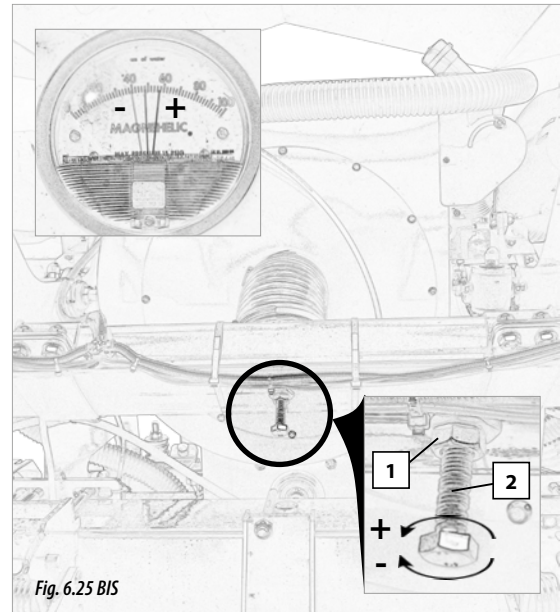

Fig. 6.25 BIS
- 1- Slăbiți piulița (1, Fig. 6.25 BIS).
- 2- Filetați șurubul pentru a scădea presiunea sau slăbiți-l pentru a crește presiunea de aspirație (2, Fig. 6.25 BIS).
DUPĂ CE AȚI MODIFICAT POZIȚIA VALVEI DE REGLARE, VERIFICAȚI VALORILE PRESIUNII CU AJUTORUL VACUOMETRULUI (FIG. 6.25) ȘI DACĂ ESTE NECESAR, AJUSTAȚI REGIMUL DE ROTIRI AL TURBINEI PENTRU A ADAPTA VALORILE DE PRESIUNE CONFORM TABELULUI DIN ALIENATUL 6.4 SISTEME DE ASPIRAȚIE – TURBINĂ.